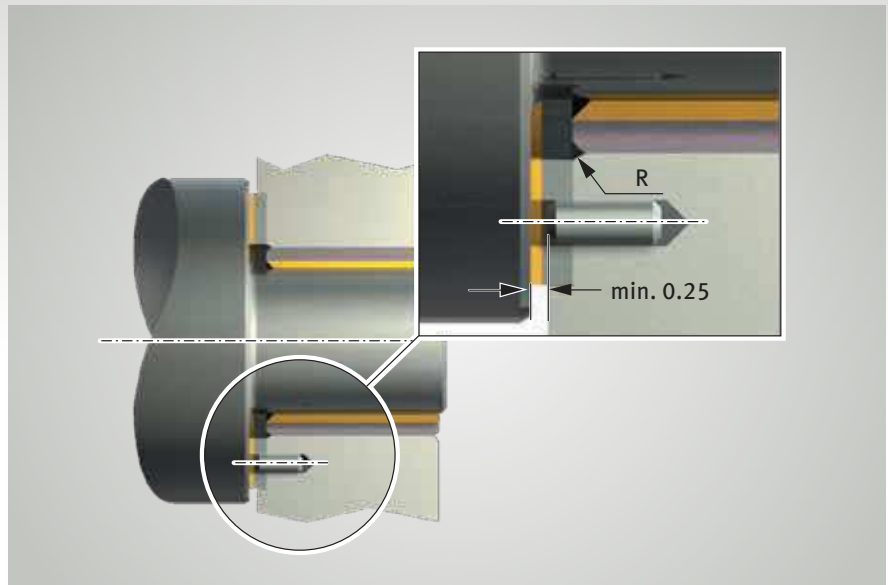

Abb. 3: Befestigen einer Anlaufscheibe PAW in einer Ausnehmung des Gehäuses
- konzentrischer Sitz wird durch Ausnehmung im Gehäuse gesichert (Abb. 3)
- unerwünschtes Mitdrehen wird mittels Passstift oder Senkschraube verhindert (Abb. 3 und 4)
- Schraubenkopf oder Passstift muss gegenüber der Lauffläche um min. 0,25 mm zurückgesetzt sein (Abb. 3 und 4)